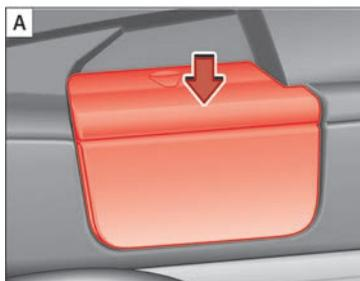

Fig. 92 Retire los soportes de la bandeja (B) y guárdela de forma segura (C).
- Retire la bandeja del soporte de los revestimientos laterales ⇒ fig. 92 **(A)**. Para ello, presione la bandeja hacia arriba (flecha) y extraíga-la.